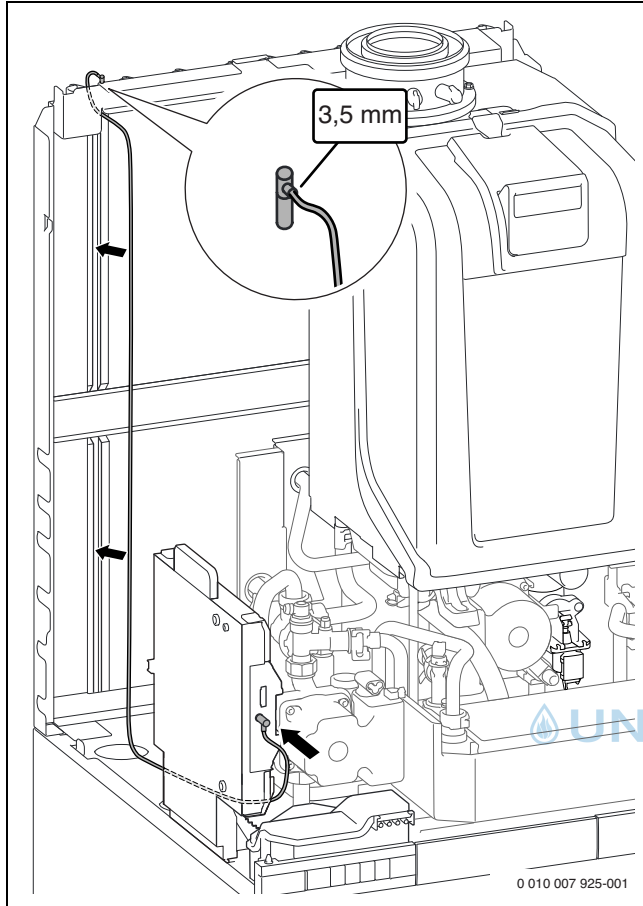

Bild 231 Anschluss und Verlegung des Kabels an Bosch MB LANi
- Kabel für den Anschluss von Bosch MB LANi aus dem Lieferumfang entsprechend Bild 231 verlegen.